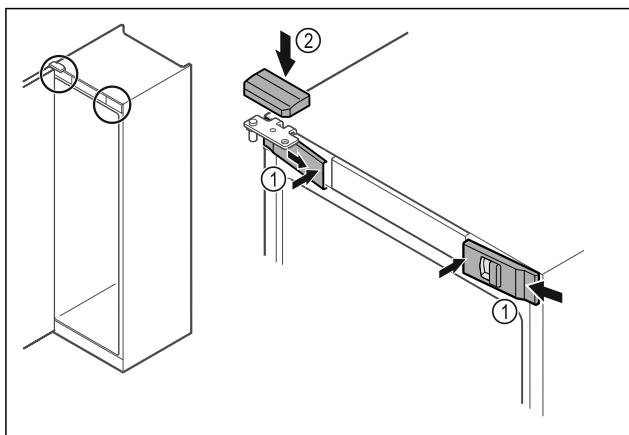

Fig. 47
- ▶ Зацепите сбоку и защелкните передние крышки Fig. 47 (1) с внутренней стороны.
- ▶ Защелкните верхнюю крышку Fig. 47 (2) сверху.